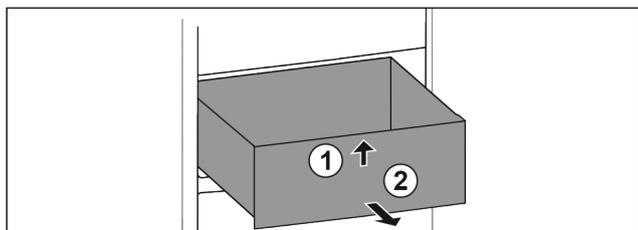

Fig. 59
- Sollevare il cassetto dal davanti. Fig. 59 (1)
- Rimuovere il cassetto tirandolo in avanti. Fig. 59 (2)